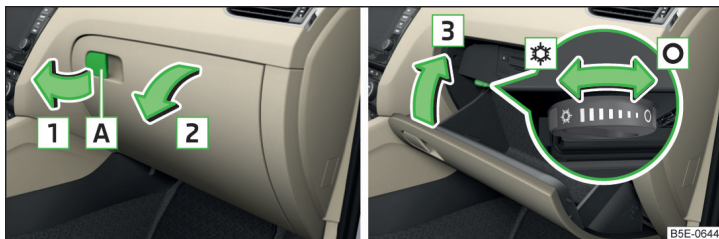

Abb. 106 Ablagefach öffnen / Ablagefach schließen und Luftzufuhr bedienen
- Zum **Öffnen** den Griff **A** in Pfeilrichtung **1** ziehen und den Deckel in Pfeilrichtung **2** klappen » Abb. 106.
- Zum **Öffnen** den Drehschalter bis zum Anschlag in die Position ☼ drehen » Abb. 106.